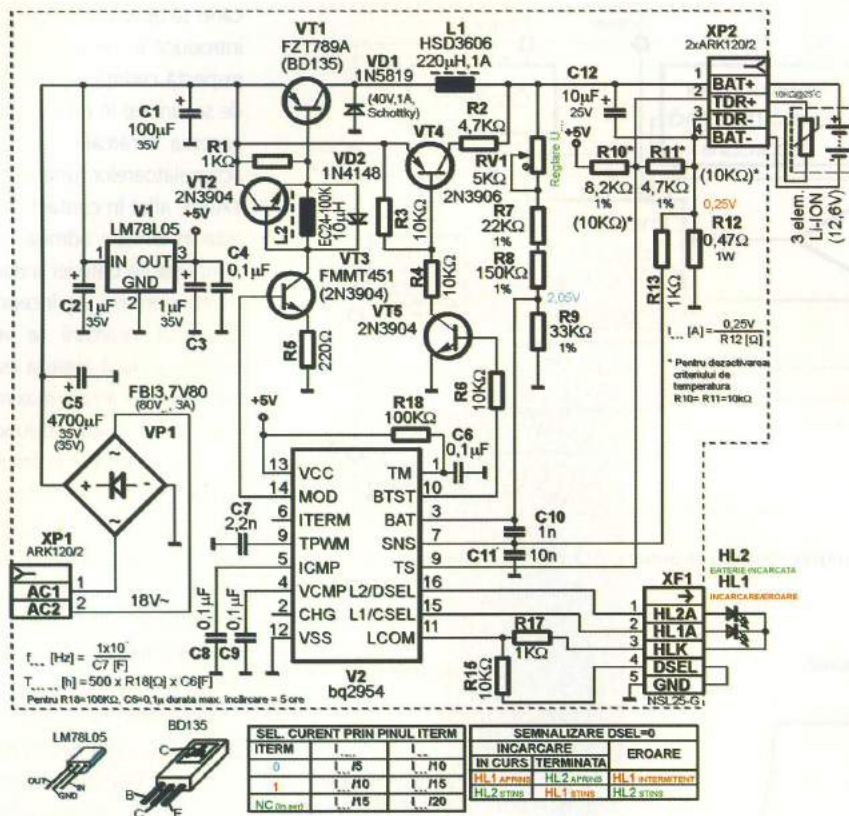

Fig. 7 Schemă electrică de principiu pentru un încărcător pentru 3 elemente (12,6V) cu bq 2954
O schemă de încărcare pentru un acumulator format din trei elemente (12,6V) și care utilizează bq2954 poate fi cea din fig. 7. Circuitul V2 necesită alimentare în +5V de aceea s-a introdus stabilizatorul V1. Etajul de putere, funcționând în comutație, este format din VT1, VT2, VT3 și componentele asociate. Deoarece frecvența de comutație poate fi de până la 200KHz, tranzistoarele trebuie să fie de comutație. Pentru curenți de până la 0,5A se poate utiliza și BD135 pentru VT1. Stabilizatorul în comutație este completat de VD1 și L1. Frecvența de comutație este dictată de valoarea condensatorului C7. La frecvența aleasă, factorul de umplere variază între 0 și 80%. VT5 și VT4, comandate din pinul de BTST permit circuitului să verifice dacă o baterie este prezentă la ieșire. Rezistorul de sesizare pentru curentul maxim de încărcare este R12.
Pinul ITERM (6) permite (prin neconectare, conectarea la +5V sau la masă) selectarea valorii curentului aplicat bateriei la sfârșitul încărcării, raportat la curentul maxim de încărcare. Valorile selectabile sunt indicate în tabelul din fig. 7.
cată (tensiunile nu se găsesc în intervalul 0,4Vcc-0,6Vcc) încărcarea este oprită. Reluarea încărcării se face după revenirea tensiunii în domeniul 0,44Vcc-0,6Vcc. Pentru determinarea exactă a valorii rezistoarelor R10, R11 trebuie cunoscută cu exactitate caracteristica termistorului (3). Dacă se dorește inhibarea controlului temperaturii (ceea ce nu este recomandat, dat fiind potențialul exploziv...) R10 și R11 sunt egale și de 10K#. Valorile din fig. 7 sunt date pentru un termistor uzual de 10KΩ la 25°C și pentru un domeniu de temperatură, pentru acumulator, de +5...+40°C.